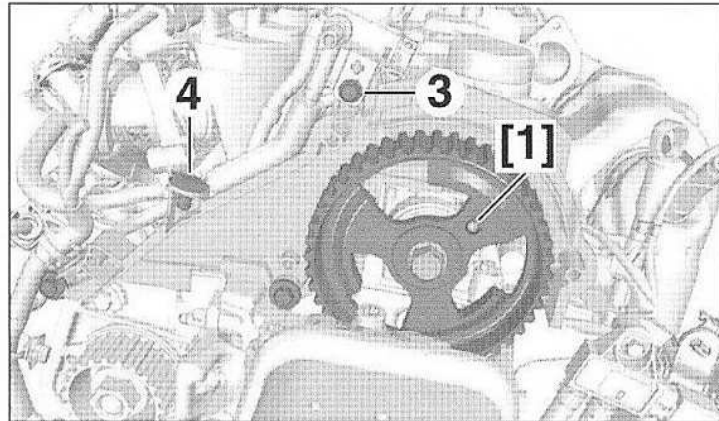
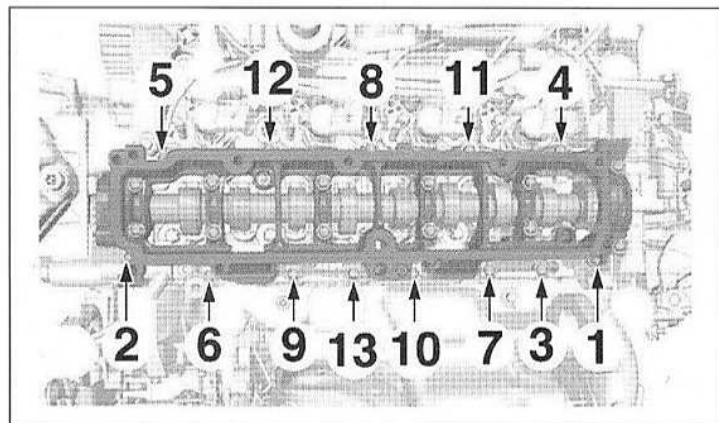

FIG.108
FIG.109
- les vis (1),
- l'atténuateur de bruit (2).
- Vérifier la bonne position de l'outil [1] (Fig.108).
- la vis (3),
- l'agrafe (4).
- Déposer les vis du carter-paliers d'arbre à cames en respectant l'ordre prescrit (Fig.109).
- Vérifier que l'outil [1] soit toujours en place (Fig.108).